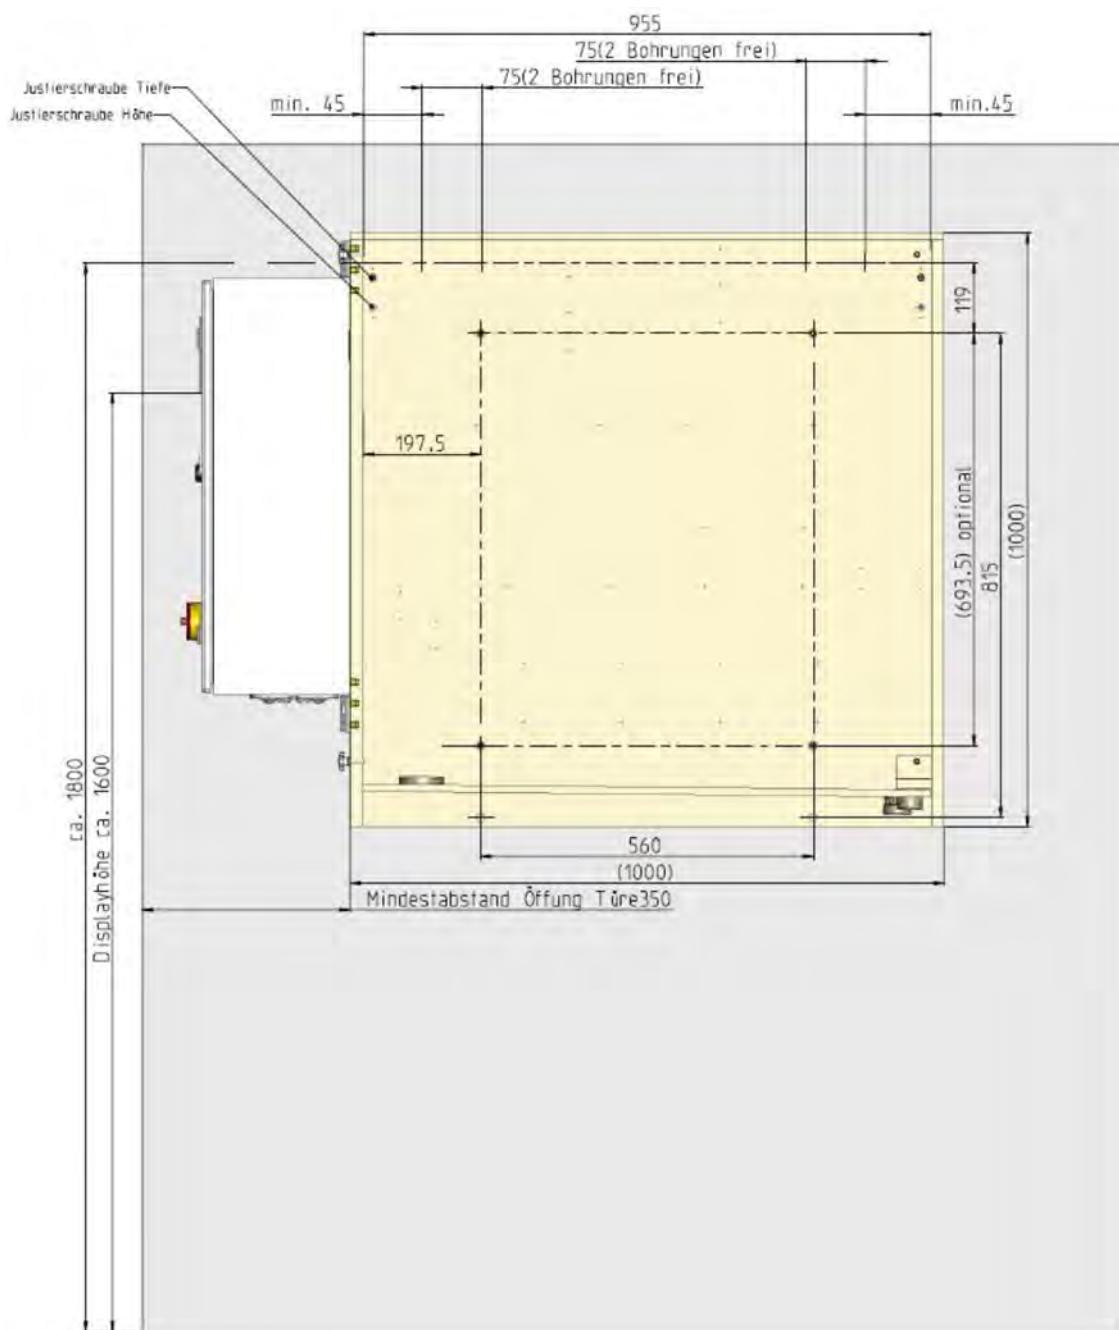

Abb. 7: Montageschema
- 2.** Bohrlöcher gemäß Schema ↗ Kapitel 5.3.1 „Montageschema“ auf Seite 34, Abb. 7 an der Wand markieren.